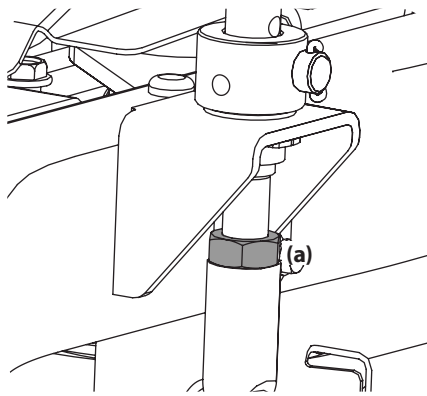

Figura 14
- Hay cuatro puntos de ajuste en la plataforma. Cada uno de los pasadores de ajuste de elevación de la plataforma tiene un perno de ajuste (a). Consulte la Figura 14. Suba o baje cada lado de la plataforma usando los cuatro pernos (a) hasta que la altura de lado a lado sea igual.
- Suba o baje la parte delantera y/o trasera de la plataforma usando los cuatro pernos de ajuste (a) de los pasadores de ajuste de elevación de la plataforma hasta que el frente de la plataforma esté entre 1/4 y 3/8 in más abajo que la parte trasera. Consulte la Figura 14.